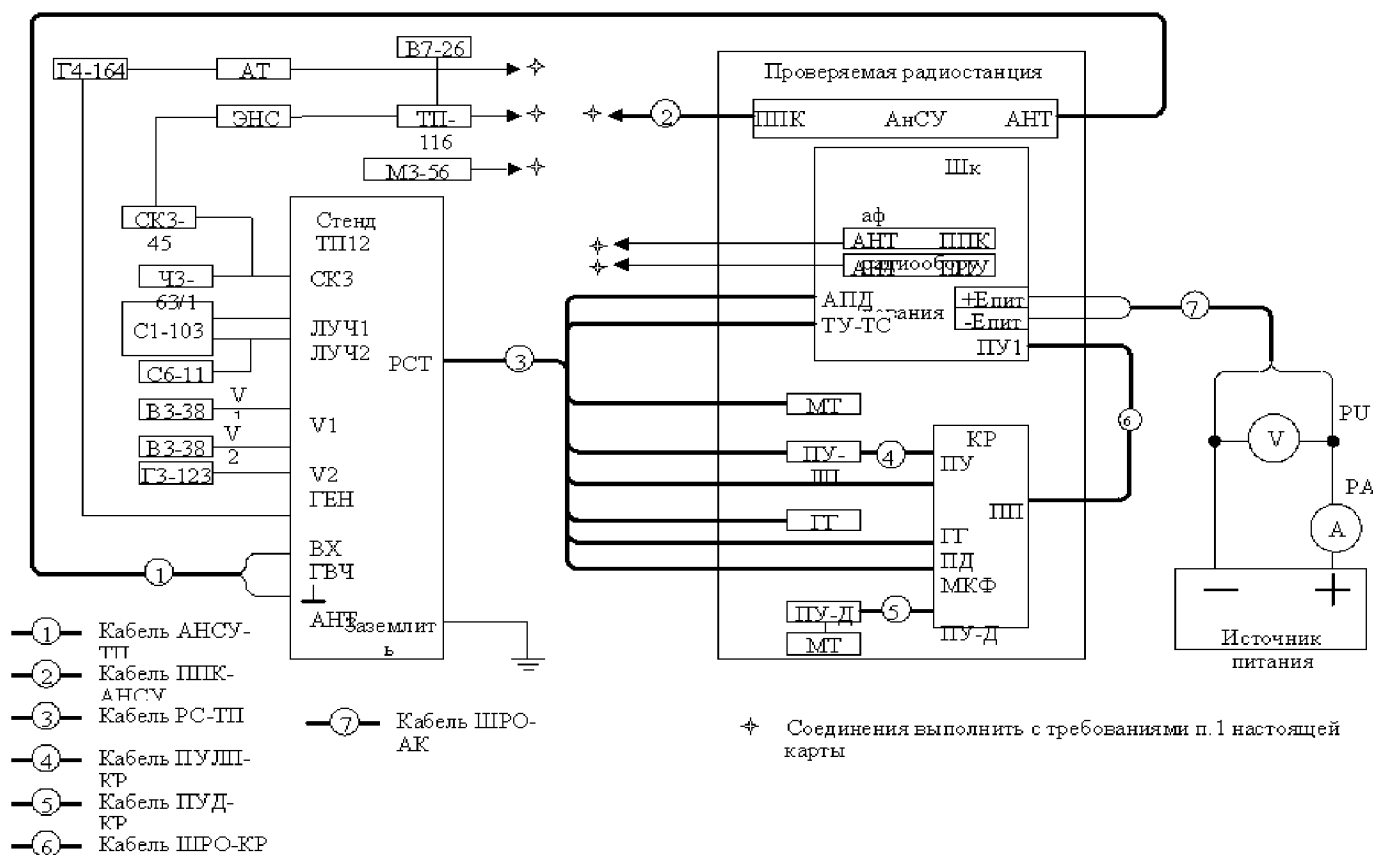

Рисунок.1 (схема подключения приборов).
7.1. Подготовка рабочего места и радиостанции. С помощью технологических кабелей соединить блоки радиостанции друг с другом и соединить их со стендом ТП12 системы технического обслуживания и ремонта СТОР-КРП А174.468239.006 А174.464424.007 ТУ (см. рис. 1).